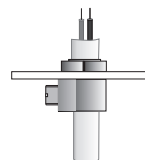

Fig. 2
- En caso de instalación exterior independiente (no en una caja) sustituya los pasacables de goma **P** por abrazaderas de cable opcionales (véase la fig. 2).